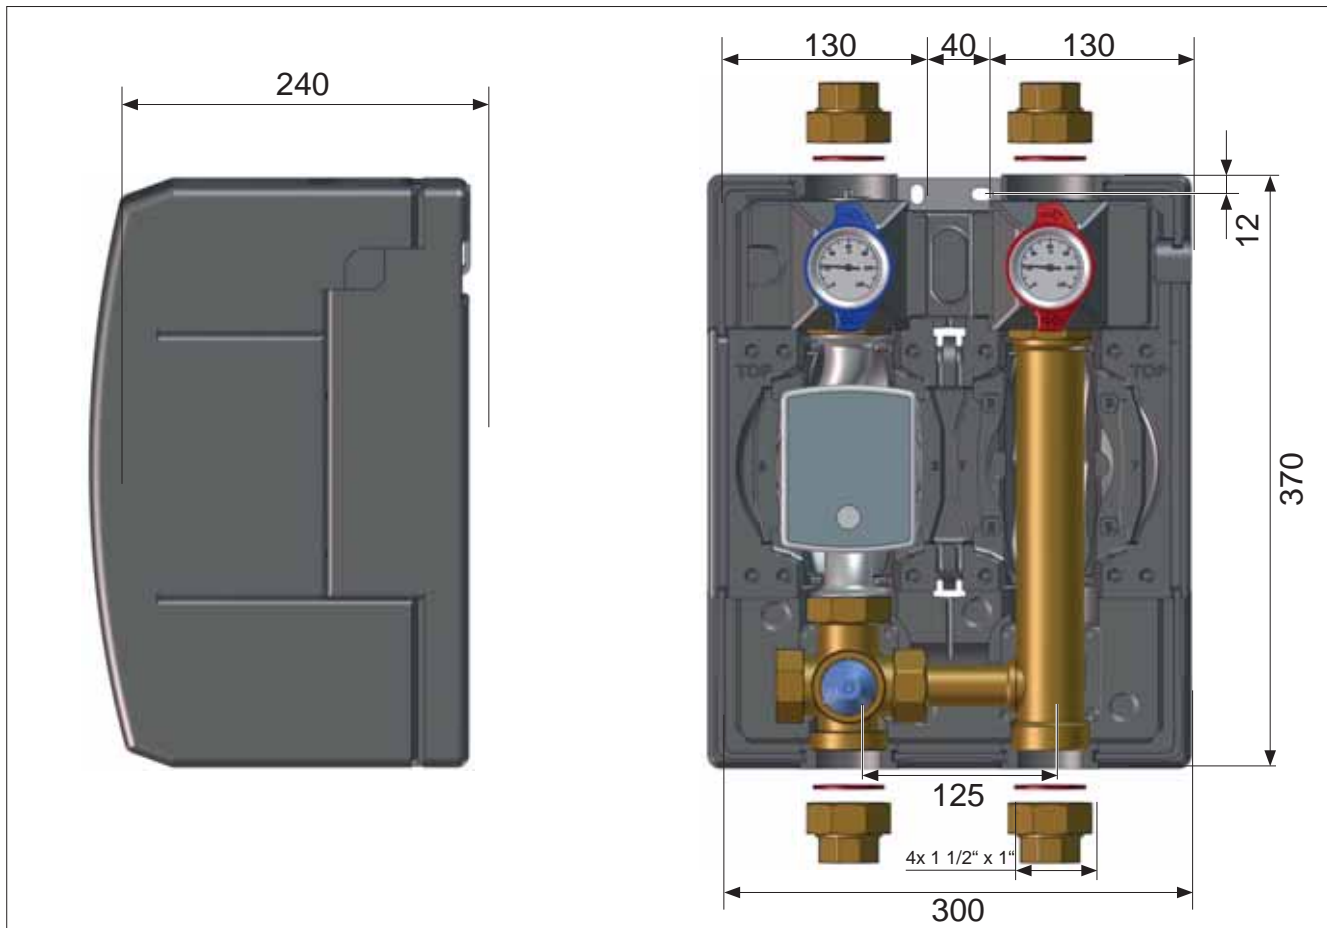

Abb.: 2 Abmessungen (mm)
- Zeichnen Sie die Bohrungspunkte für die Montage der Schmid Kompaktstation an (siehe „Abb.: 2 Abmessungen (mm)“ auf Seite 8).